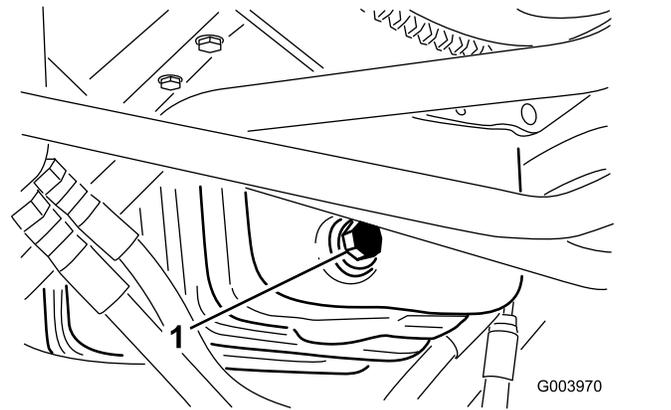

図 54
1. ドレンプラグ(図 54)を外してオイルを容器に受ける。